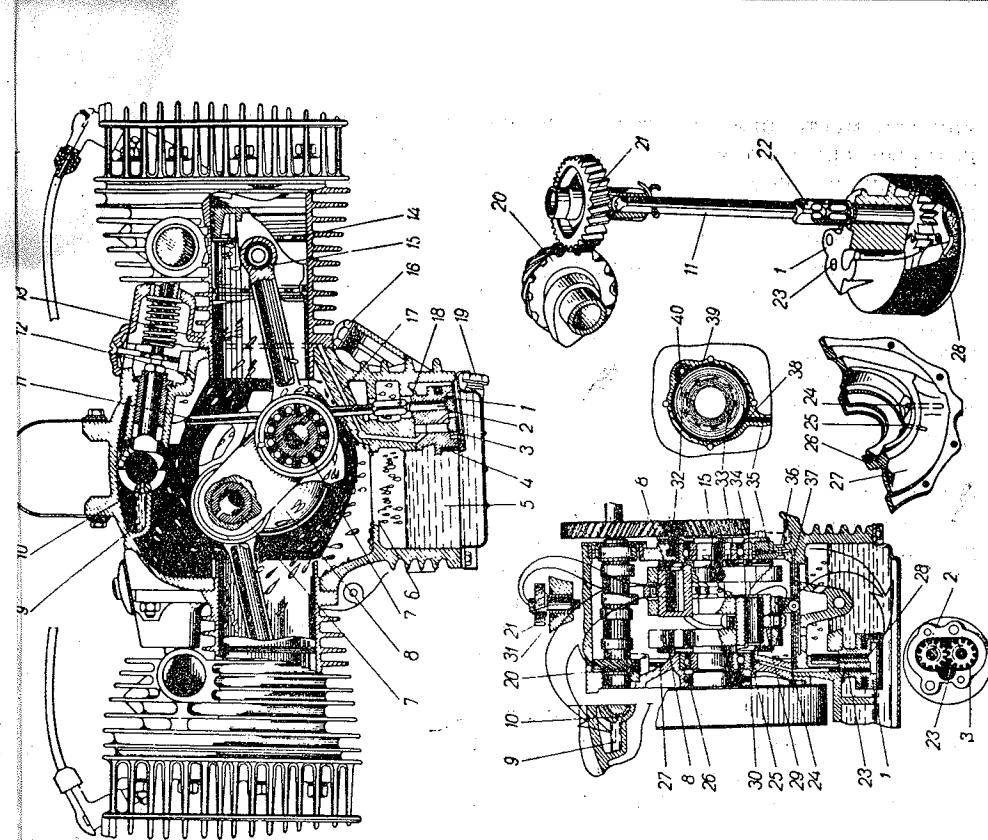

Рис. 6. Схема смазки двигателя:
**Система смазки двигателя — комбинированная** (под давлением и разбрзгиванием). Общая схема смазки приведена на рис. 6.
Сетка фильтра 6 (см. рис. 6), установленного в нижней части картера, препятствует взвалыванию масла во время езды и образованию пены.